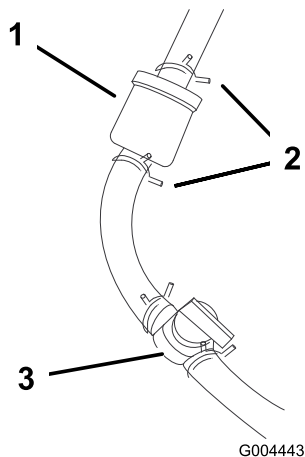

Figura 33
4. Cierre la válvula de cierre de combustible (Figura 33).
5. Apriete los extremos de las abrazaderas y deslícelas por el tubo alejándolas del filtro (Figura 33).
7. Instale un filtro nuevo y acerque las abrazaderas al filtro para sujetar el tubo de combustible (Figura 33).